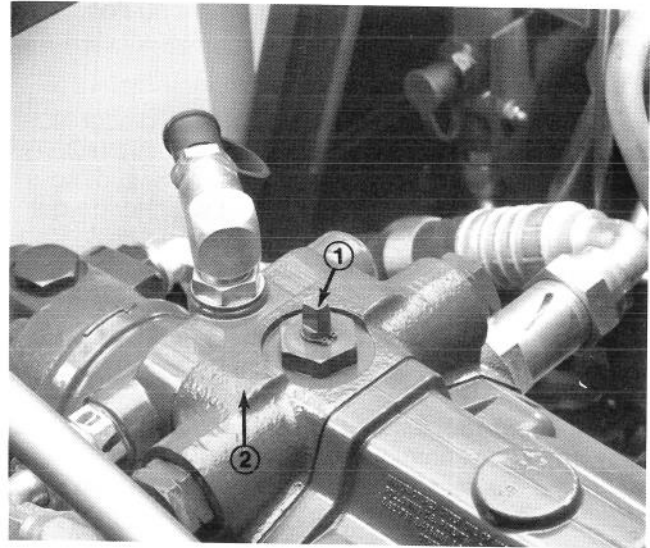

Figure 20
1. Relever le siège et retirer le panneau avant. Tourner la vanne de dérivation de 90° (Fig. 20) pour l'ouvrir. Un conduit de dérivation interne est ainsi ouvert pour l'huile hydraulique dans la pompe de déplacement, ce qui permet de déplacer la machine sans endommager le système hydraulique.